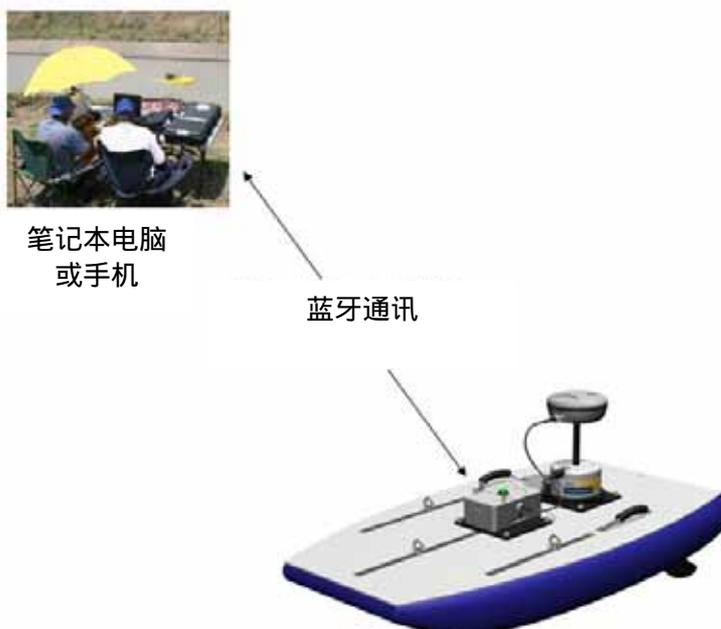

图 9. 蓝牙通讯方式的选项（无 GPS）
4. 将 10 米电源通讯电缆线上的 2 芯电源电缆线，提供电源变压器与外置的交流电源连接。图 9 显示了采用这种配置所需要的硬件设备。
图 9 显示了 RiverSurveyor 系统采用无线通讯方式的照片。在采用蓝牙通讯方式时，可采用小型的无人小船，例如采用 SonTek 公司自行设计制造的 Hydroboard 单体船。当采用仪器配置的带有软件狗的蓝牙调制解调器与计算机相连时，与主机的通讯距离可扩大到 200 米。当采用手机与主机进行通讯，其通讯距离大约为 60 米。上述的通讯距离范围是假设双方可视范围之间没有任何的障碍物，也没有恶劣的天气的影响。